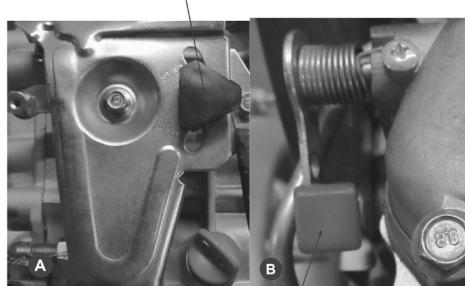

Рис.12
3. Переведите рычаг регулировки оборотов (1) в положение «старт» Рис.12 (A).
4. Ключ зажигания установите в положение включено (ON).
6. Нажмите рычаг декомпрессора (2) вниз Рис.12 (B) (он автоматически вернется в исходное положение, после запуска или когда вы снова потяните шнур стартера).
8. После запуска рычагом (1) установите необходимое количество оборотов двигателя.